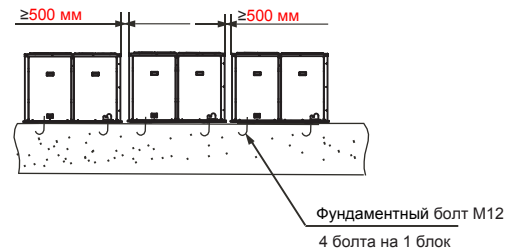

Рис. 4-4
- Как показано на Рис.4-4, оставьте интервал 400 мм между наружными блоками.